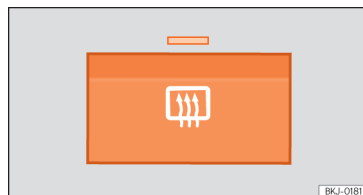

Fig. 147 À côté des commandes de climatisation : contacteur de dégivrage de lunette arrière.
- Appuyez sur le bouton de désembuage » **fig. 147**